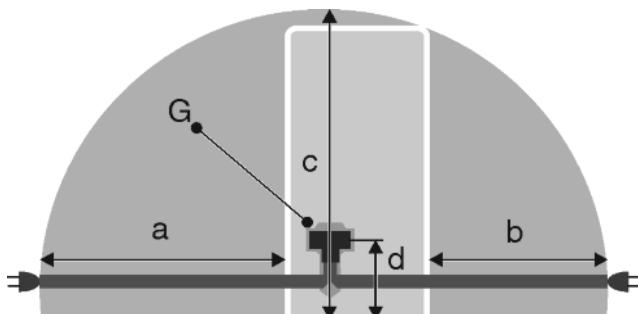

Fig. 21
- Розетка знаходитьться за межами зони задньої стiнки пристроя у заданому дiапазонi Fig. 21 (a, b, c).
- Штекер пристроя Fig. 21 (G) вставити на заднiй стiнцi пристроя. Слiд звернути увагу на належну фiксацiю.